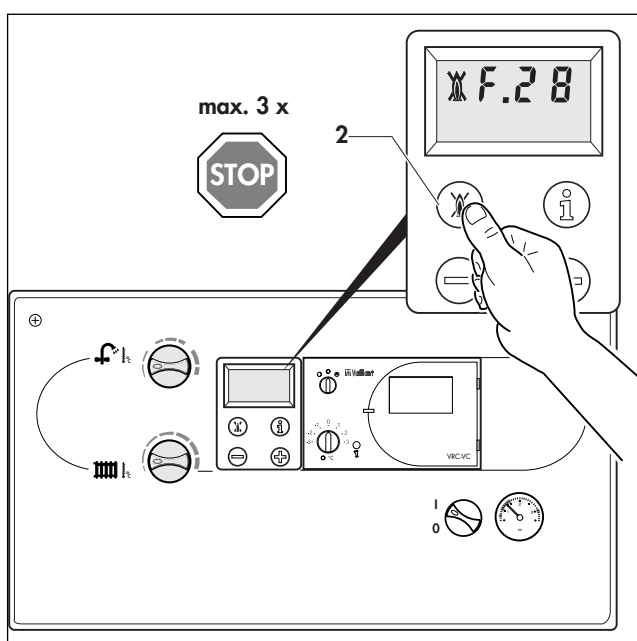

Fig. 3.12: Afhjælpning af fejl
- Tryk på genindkoblingsknappen (2, fig. 3.12) og hold den trykket i ca. 1 sek., eller kobl hovedafbryderen på anlægget "UD" og så "IND" igen.